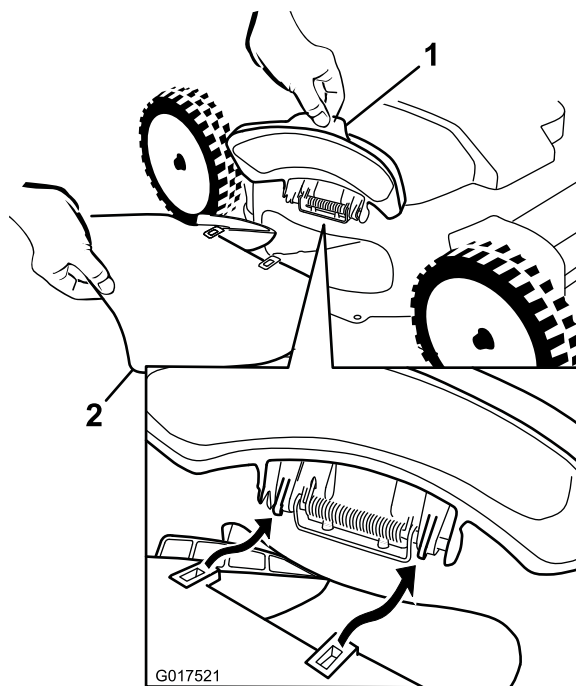
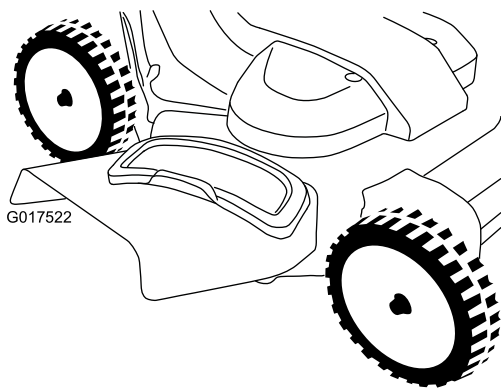

Figure 27
Figure 28
1. Soulevez et ouvrez le déflecteur d'éjection latérale (Figure 27).
2. Installez l'éjecteur latéral comme illustré (Figure 27 et Figure 28), puis refermez le déflecteur sur l'éjecteur.